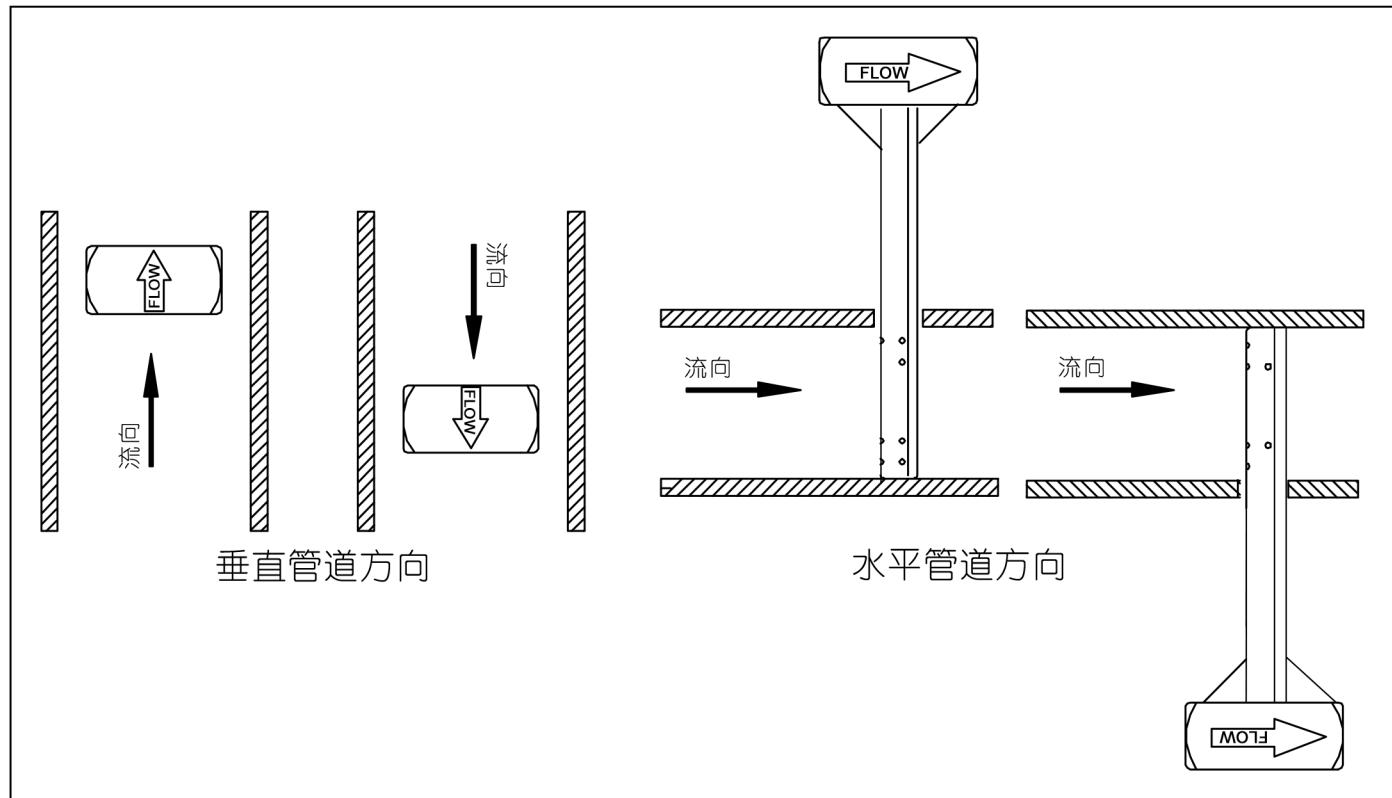

图 5：流体方向
- 安装探头时应在法兰之间装入垫片，并确保探头上的 "Flow" 箭头与流向一致（图 5）。拧紧螺母，直到垫片完全压紧（垫片厚度应约为 3mm [1/8"]）。